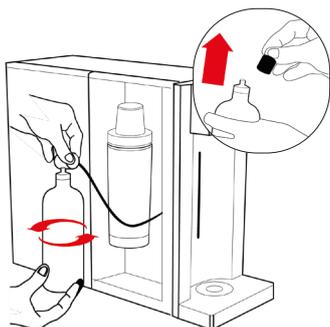

Fig. 4-14
23.3 – Prendere la nuova bombola CO₂, rimuovere il sigillo e il tappo di protezione della valvola posta sul lato superiore della bombola e accoppiare il filetto femmina del riduttore con il filetto maschio della valvola della bombola. Tenendo fermo il riduttore con una mano ruotare la bombola con l'altra mano da sinistra verso destra fino a che le due parti risultano essere completamente avvitate. **Tenere la bombola verticale con la valvola rivolta verso l'alto, vedi Fig. 4-14.** Serrare ulteriormente a mano bombola e riduttore applicando una leggera forza, l'eventuale sfiato di una piccola quantità di gas durante la fase finale del serraggio è da considerarsi normale.